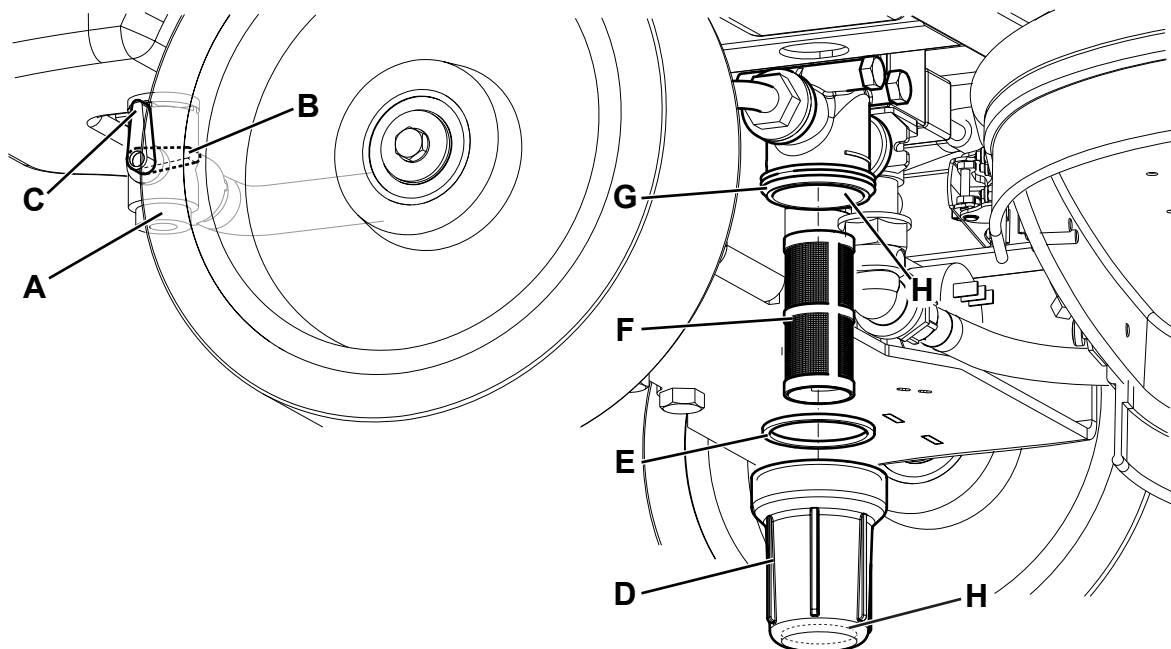

Рис. 9
2. Поверните ключ зажигания (58) в положение «0».
3. Закройте кран раствора (А, Рис. 9) под машиной позади правого заднего колеса. Кран (А) закрыт, когда находится в положении (В), и открыт, когда находится в положении (С).
4. Снимите прозрачный колпачок (D), извлеките прокладку (Е), затем сетку фильтра (F) из-под машины, перед правым задним колесом. Промойте их водой и установите на стойке (G).